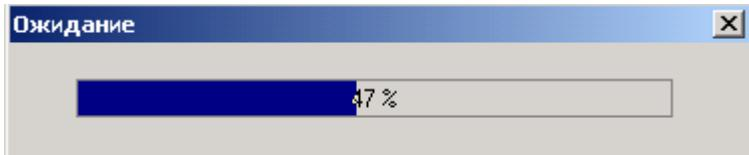
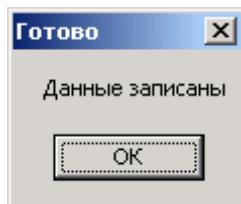

Рис.52. Окно переноса (прогресс-бар).
Рис.53 Окно готовности.
Затем установить DS1996 в держатель устройства ввода-вывода и дождаться окончания переноса (рис.52):
. По окончанию переноса вынуть носитель из держателя устройства. Завершается процесс появлением окна готовности (рис.53).
- Затем установить DS1996 в держатель устройства ввода-вывода и дождаться окончания переноса (рис.52).
6. После этого установить DS1996 в держатель устройства ввода-вывода и дождаться окончания переноса (рис.52). Завершается процесс появлением окна рис.53. После появления окна с сообщением «Данные записаны» нажать «OK» и вынуть носитель из держателя устройства.